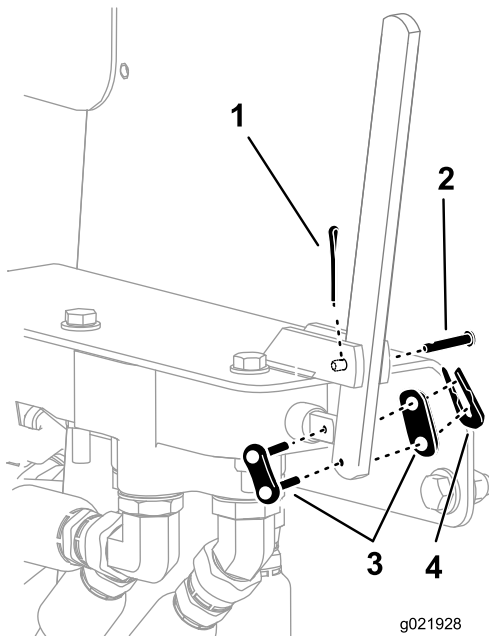

Figura 10
- Coloque la palanca de control de la Hydra Borer entre las guías del soporte de la máquina, alineando los taladros. Sujete la palanca de control con el conjunto de acoplamiento y el clip (Figura 10).
- Introduzca el pasador por el taladro superior de la palanca y sujételo con la chaveta (Figura 10).